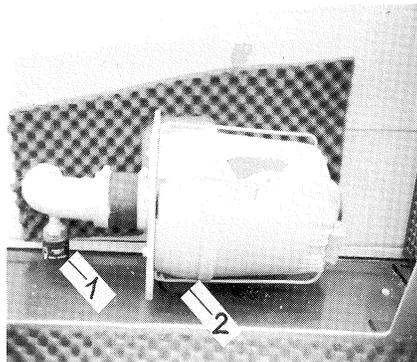

Bild 50
Vor dem Einbau der Filterelemente die Dichtung auf Beschädigung prüfen. Auslöseknopf des Unterdruckanzeigers (Bild 50/1) eindrücken, bis rote Verstopfungsanzeige zurückspringt. Luftführungsleitung zwischen Filter und Motor auf Dichtigkeit prüfen ggf. erneuern.
(6) Staubaustragsventil (Bild 50/2)